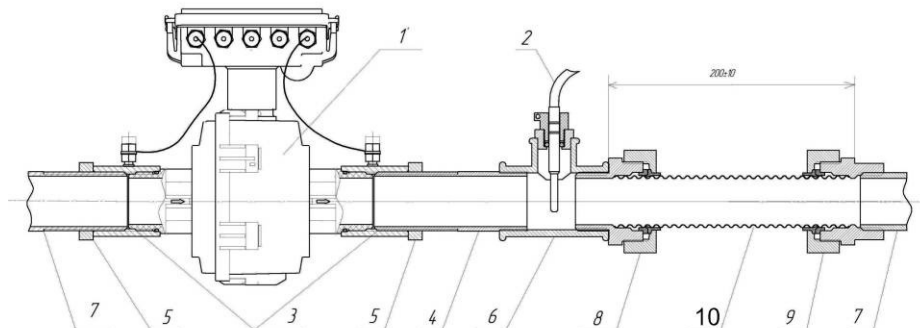

рис. 4.2
4.4 Преобразователи расхода «ЭР» ду 20, 32 имеют пластмассовый патрубок с резьбовыми присоединительными концами. Для предотвращения возникновения нагрузок, возникающих вследствие теплового расширения трубопроводов, рекомендуется применять гофрированные трубы, например HydroSta Flexy (рис. 4.2).